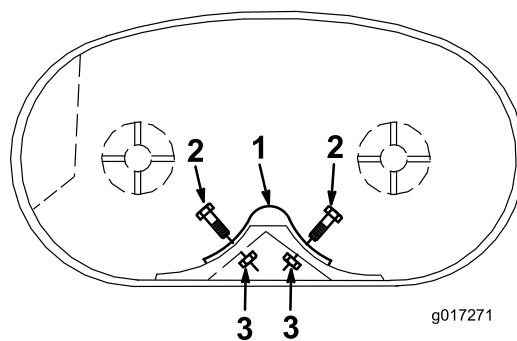

Figura 1
4. Collocate il deflettore posteriore come illustrato in Figura 1. Montate il deflettore posteriore sul piatto di taglio con 2 bulloni (1/4 x 1/2 poll. e 2 dadi di bloccaggio (1/4 pollice).